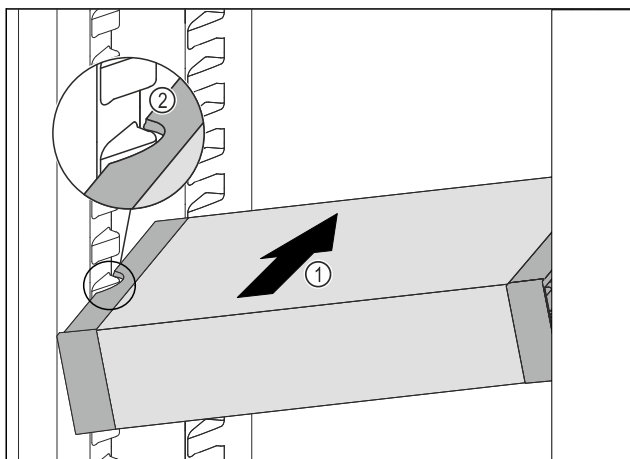

Fig. 137
- Zasuňte VarioSafe do chladničky pod úhlem tak Fig. 137 (1), aby vybrání na bocích Fig. 137 (2) VarioSafe byla na úrovni žebrování na nádoby v chladničce.